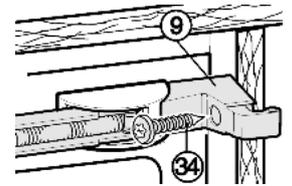

Fig. 32
- ▶ Fissare in alto l'apparecchio: Spingere forte l'apparecchio alla parete del mobile e avvitare con una vite per truciolare Fig. 32 (34) attraverso il blocco di supporto Fig. 32 (9).